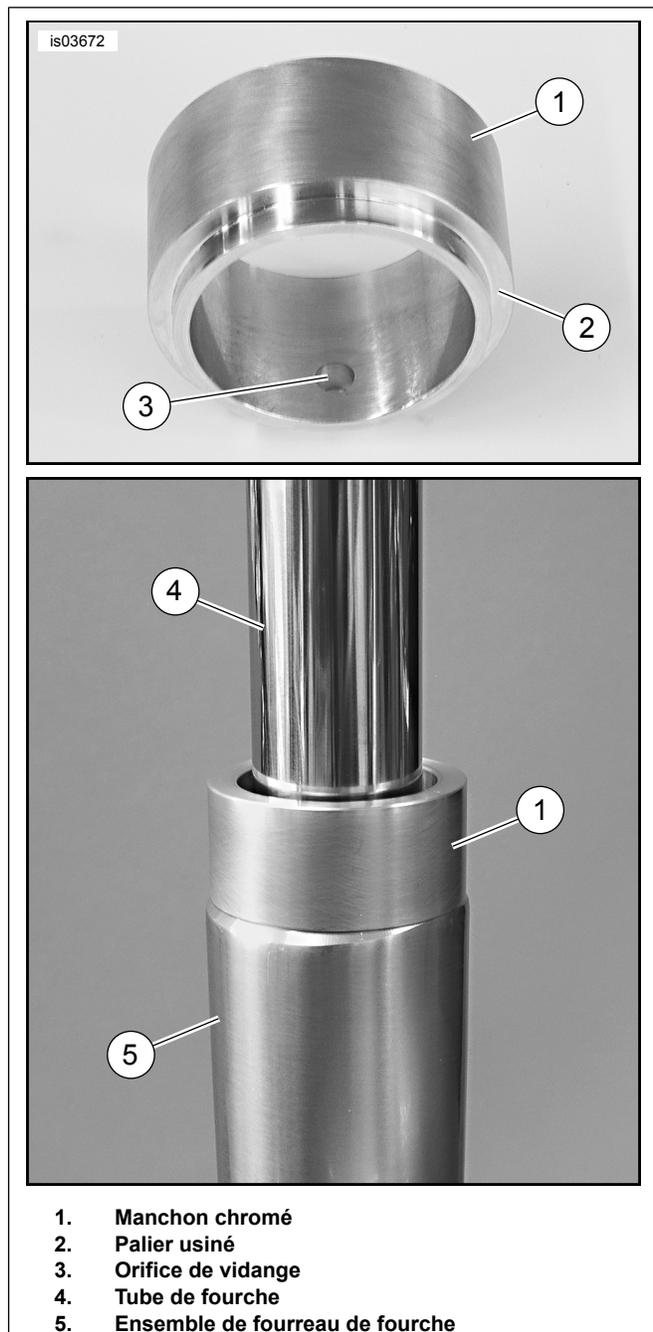

Figure 1. Installation du manchon
7. Voir la Figure 1. Récupérer un manchon chromé (1) du kit. Avec le palier usiné (2) orienté vers le bas, glisser le manchon vers le bas sur le tube de fourche (4) jusqu'à ce qu'il entre en contact avec l'ensemble de fourreau de fourche (5).
8. Positionner le manchon de sorte que le trou de vidange (3) soit orienté vers l'arrière du véhicule lorsque la fourche est installée. En utilisant l'OUTIL DE POSE DE BAGUE ET DE JOINT DE FOURCHE (n° de pièce HD-34634), amener le manchon dans l'extrémité supérieure du fourreau de fourche jusqu'à ce qu'il entre en contact avec la lèvre supérieure du fourreau.